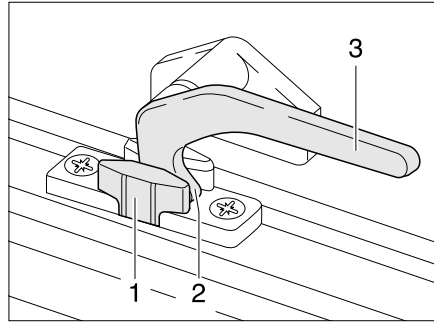

Bild 75 Verriegelungshebel in Stellung "Dauerbelüftung"
- in Stellung "Dauerbelüftung" (Bild 75)
- Den Verriegelungshebel (Bild 75,3) eine viertel Umdrehung zur Fenstermitte hin drehen.
- Den Verriegelungshebel eine viertel Umdrehung zum Fensterrahmen hin drehen. Die Verriegelungsnase (Bild 75,2) dabei in die Aussparung der Fensterverriegelung (Bild 75,1) einfahren.